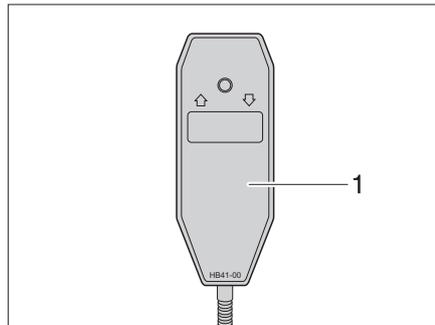

Bild 73 Schalter für das Hubbett
- Die Taste "↓" auf dem Schalter für das Hubbett (Bild 73,1) drücken und so lange gedrückt halten, bis das Bett ganz abgesenkt ist.
- Die Taste "↑" auf dem Schalter für das Hubbett (Bild 73,1) drücken und so lange gedrückt halten, bis das Bett ganz nach oben gefahren ist.